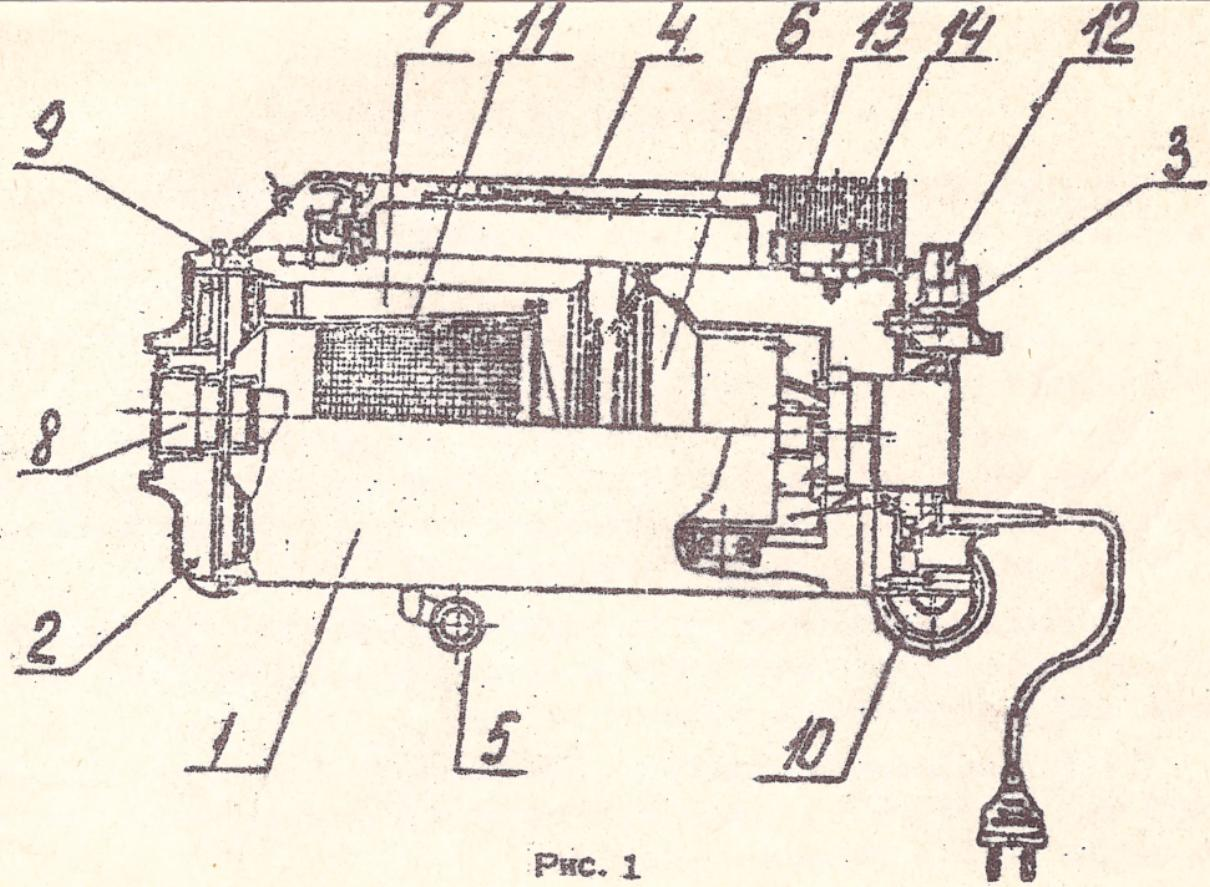

Рис. 1
5.1. Пылесос (см. рис. 1) выполнен в виде цилиндрического корпуса (1), снабженного передней (2), задней (3) крышками, ручкой (4), передней поворотной опорой (5) и колесами (10).
- д) подключить пылесос к сети при помощи соединительного цинура и включить выключателем, для чего необходимо нажать на кнопку (рис. 1 поз. 12) выключателя.
7.8. Для выполнения работ с использованием избыточного давления воздуха, создаваемого пылесосом, например, работы с насадкой - разбрзгивателем жидкости (рис. 2 поз. 8) необходимо подсоединить шланг-воздухопровод к резьбовому отверстию (рис. 1 поз. 14),циальному в задней части ручки, для чего надо предварительно снять декоративную рассеивающую решетку (рис. 1 поз. 13). Снятие решетки производится путем легкого сжатия ее к центру с одновременным поднятием вверх. Ставится решетка на пылесос в обратном порядке.